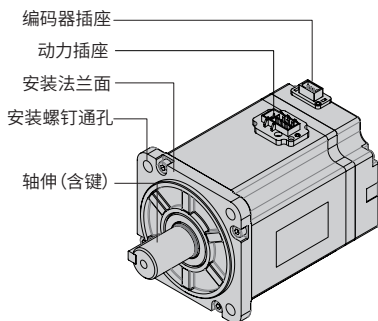
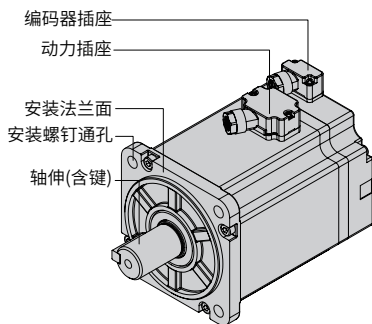

图 1-2 端子型电机部件说明示意图
图 1-3 导线型电机部件说明示意图
- 40/60/80 基座请参考如图 1-2 和图 1-3 部件说明示意图